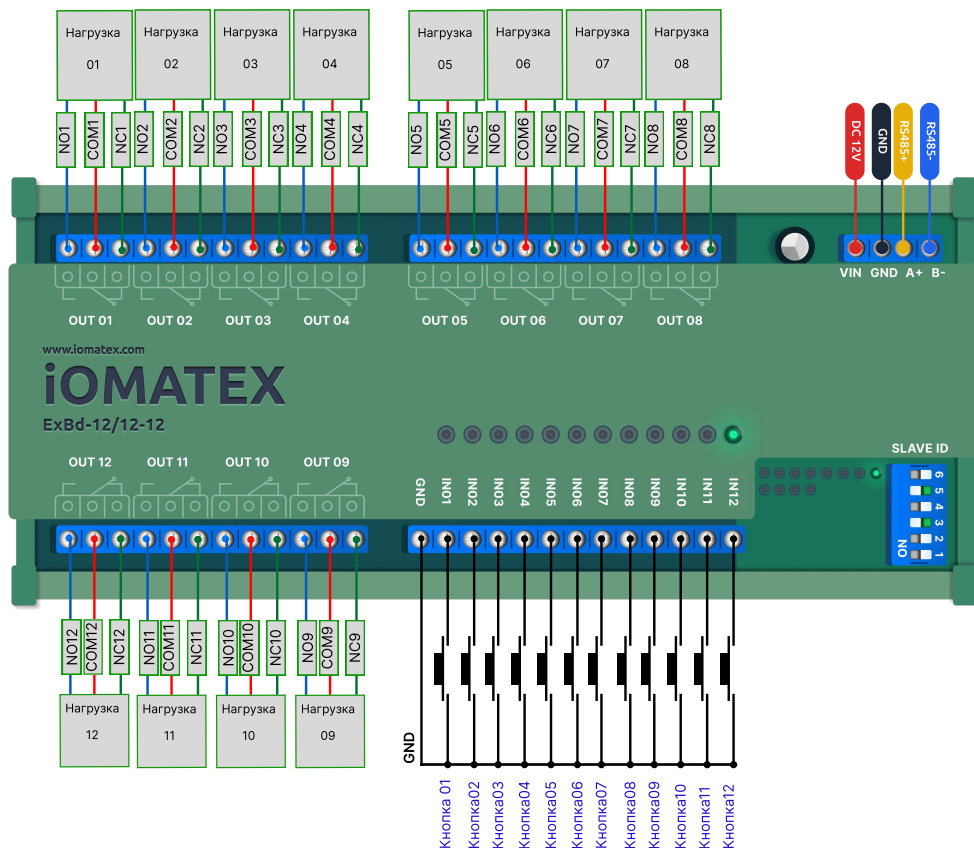

Рисунок 2. Общий вид системы подключения iOMATEX ExBD-12/12-12 (24)
- Источник: Стабилизированный ток 12В или 24В (согласно версии модуля) (см. рисунок 2.)
- (см. рисунок 2.)